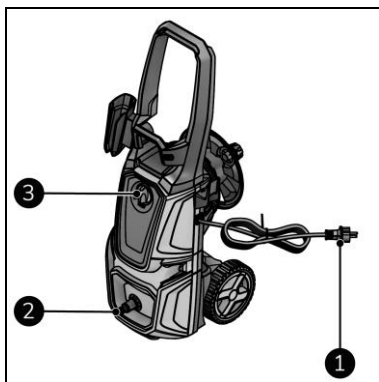

Abbildung 11
2. Stellen Sie sicher, dass sich der Schalter EIN(I)/AUS(0) (Abbildung 11, Pos. 3) in der Position AUS(0) befindet.
3. Stecken Sie den Netzstecker (Abbildung 11, Pos. 1) in eine leicht zugängliche Steckdose.
4. Schließen Sie die Wasserversorgung an das Gerät an (Abbildung 11, Pos. 2).